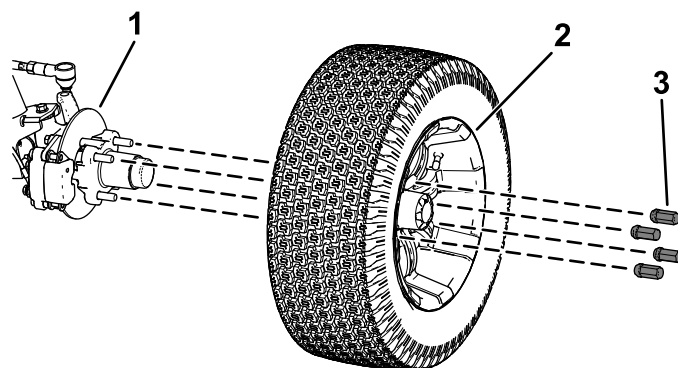

Figura 34
2. Îndepărtați cele 4 prezoane care fixează roata față pe butuc (Figura 34).
4. Aliniați orificiile din roată cu tifturile butucului i montați roata la butuc cu tija supapei în afară (Figura 34).
5. Fixați roata la butuc utilizând prezoanele (Figura 34).